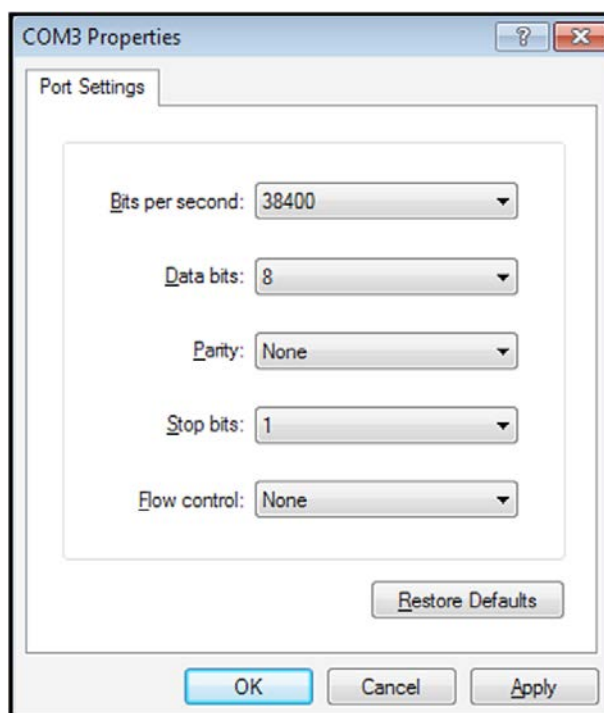

Рис. 14: Окно COM Properties (свойства COM-порта)
2. Запустите программу *HyperTerminal* и установите параметры связи в соответствии с установками для COM-порта и RS232 расходомера PT878 (см. рис. 14 ниже).